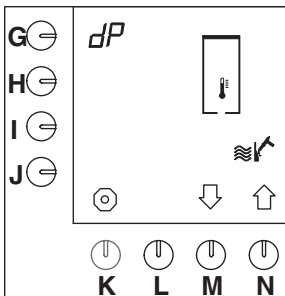

Fig. 21 Détartrage du générateur eau chaude
- Le programme de détartrage s'affiche sur l'écran de contrôle (fig.21).